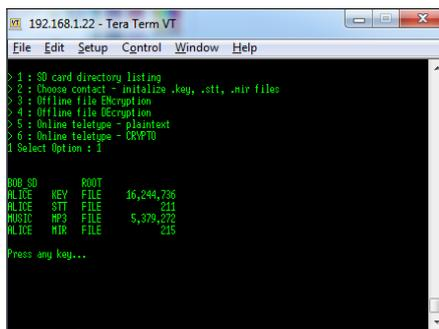

Figure 10. Répertoire root de la carte SD de Bob.
2. Bob insère sa carte SD dans son shield. La figure 10 en montre le répertoire root.